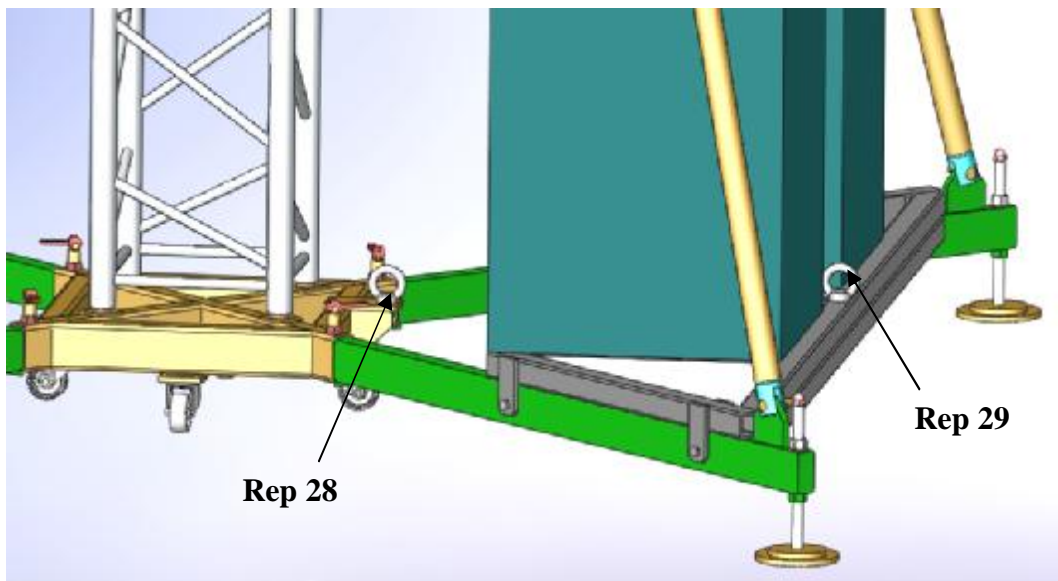

Fig. 17
b) Fixer la chaîne du treuil à l'anneau du support lest (rep 28) ou à l'anneau du châssis (rep 29), (fig.17).